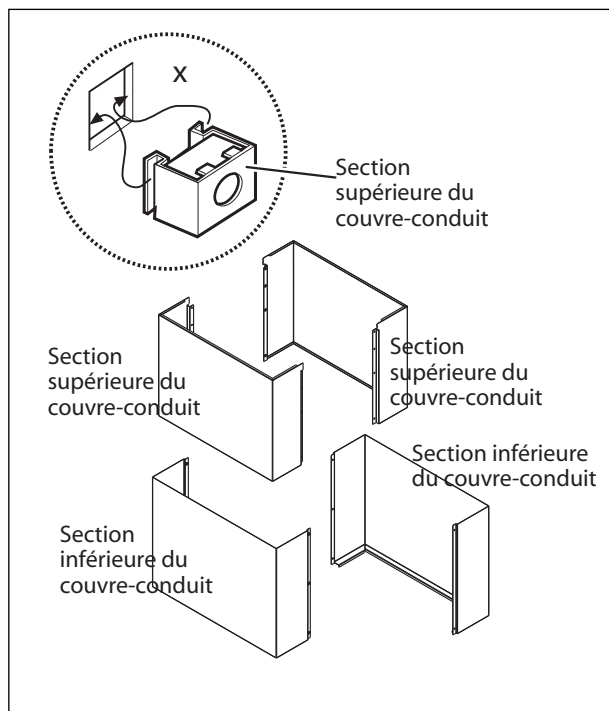

FIG. 15
1. Installez les écrous de cage de dans les emplacements rectangulaires fournis avec les couvre-conduits supérieur et inférieur. Voir fig. 15.